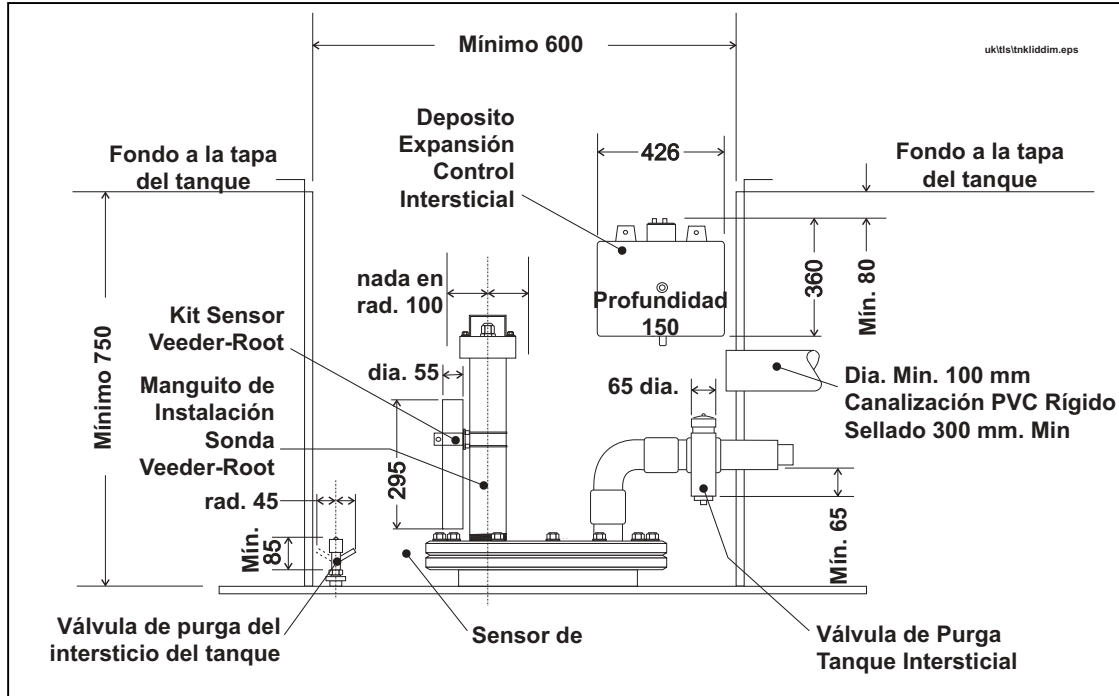

Figura 2. Cámara de acceso a la tapa del tanque - Dimensiones críticas
**Importante** ☞ *Para dejar un espacio adecuado para la instalación y el servicio de la sonda, se recomienda que la cámara de acceso tenga **como mínimo** 750 mm de profundidad y 600 mm de anchura en la base. Vea la Figura 2.*
**Importante** ☞ *La entrada de la sonda no debe estar obstruida por otra tubería. Debe haber una zona libre por encima del zócalo de la sonda con un radio mínimo de 100 mm desde su centro. Vea la Figura 2. Para Instalaciones de Nivel 2, los conectores de la entrada de la sonda deben aflojarse y poder retirarse con facilidad. Si no se proporciona suficiente acceso o no se aflojan las conexiones, se dará lugar a retrasos en la instalación del sistema y a cargos adicionales.*
Las cámaras de acceso a la tapa del tanque pueden estar equipadas con sensores de colector para detectar fluido en la cámara de acceso. El sensor de colector debe equiparse en la parte más baja de la cámara de acceso. Los sensores de colector tienen una longitud de 295 mm y un diámetro de 55 mm. Debe haber suficiente espacio libre para la colocación, instalación y mantenimiento del sensor (Figura 2).
El comprobador intersticial necesita que se monte un tanque de alimentación por gravedad en la cámara de acceso al tanque. El tanque de alimentación por gravedad mide 300 mm (altura) x 420 mm (anchura) x 145 mm (profundidad). Se necesitan otros 80 mm por encima del tanque de alimentación por gravedad para instalación y mantenimiento (Figura 2).